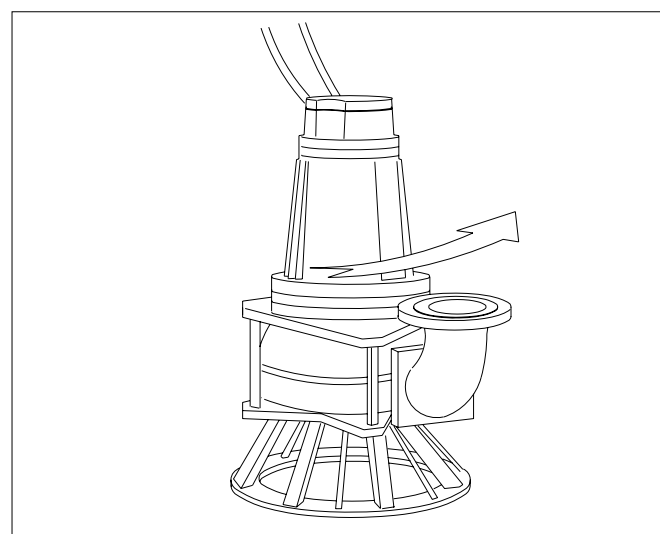

Fig. 5.3
- Bij het starten zal de pomp een reactie geven tegengesteld aan de draairichting van de waaier (zie Fig.5.3) zal deze ruk tegen de wijzers van de klok ingaand (gezien vanaf de bovenzijde van de pomp).